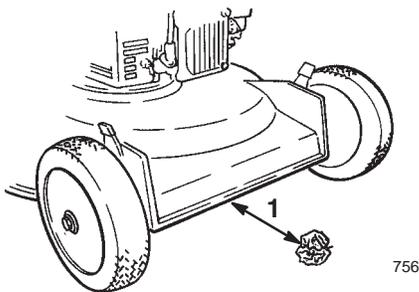

Figure 14
5. À l'aide d'une demi-feuille de papier journal, faites une boule assez petite (environ 76 mm de diamètre) pour pouvoir passer sous la machine comme indiqué à la Figure 14.
6. Placez la boule de papier journal à 12,7 cm devant la tondeuse (Fig. 14).
- A. Placez la boule de papier journal à 12,7 cm devant la tondeuse (Fig. 14).